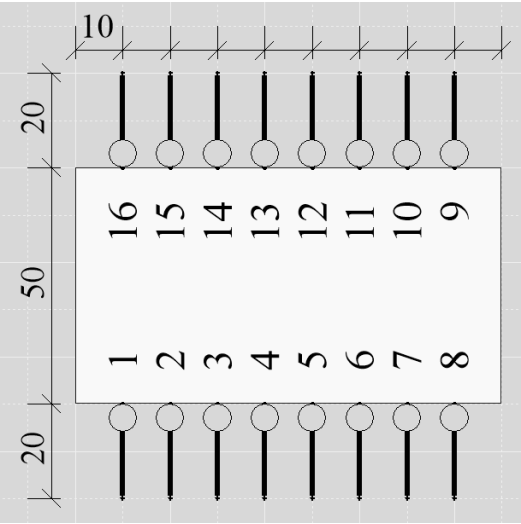

图 1
- 1、在原理图库文件 cdylib.SchLib 中，根据图 1 给出的相应参数（单位为 mil）绘制原理图库元件，要求尺寸和原图保持一致，命名为 TLP521-4，并在抄画原理图中调用；